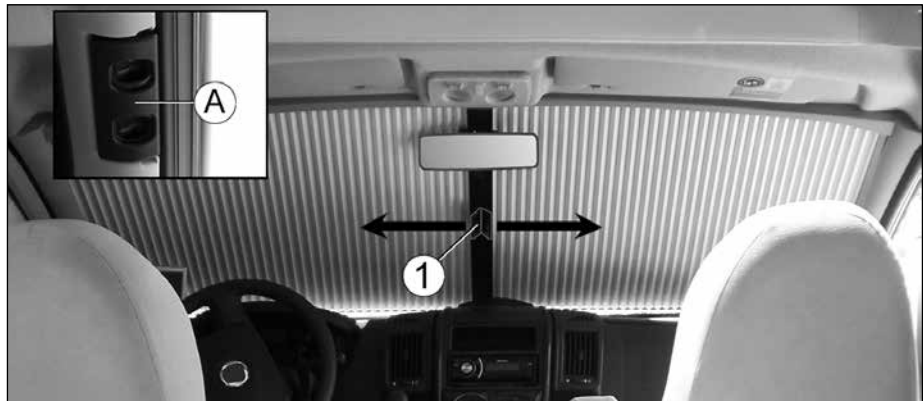

Fig. 67 Store occultant de pare-brise, plissé (modèle T)
- Guider le store occultant avec la poignée (Fig. 67, Pos. 1) dans le sens de la flèche (←/→) jusqu'à ce que la poignée encliquette.
1. Saisir avec les deux doigts dans les creux de la poignée (Fig. 67, Pos. A) et déverrouiller la poignée en appuyant dessus (Fig. 67, Pos. 1).
2. Guider le store occultant avec la poignée (Fig. 67, Pos. 1) dans le sens de la flèche (→/←) et le fermer. Accoupler les baguettes aimantées.
1. Saisir avec les deux doigts dans les creux de la poignée (Fig. 67, Pos. A) et déverrouiller la poignée en appuyant dessus (Fig. 68, Pos. 1).